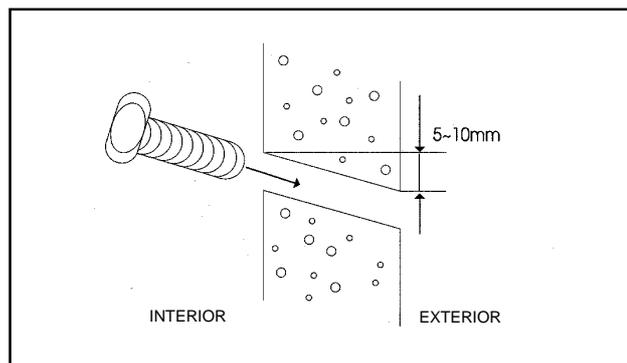

FIGURA 17
- Corte e coloque o tubo de PVC de 7,5 cm de diâmetro de acordo com a espessura da parede e passe a tubulação através dela. (Figura 17)